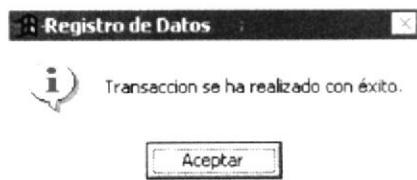

Figura 7.6 Mensaje de Información
5. A continuación aparecerá el mensaje de la Figura 7.6.
- Si no ocurrió ningún error de los mencionados anteriormente, enseguida el sistema presentará el mensaje de la Figura 7.6.
5. A continuación aparecerá el mensaje de la Figura 7.6